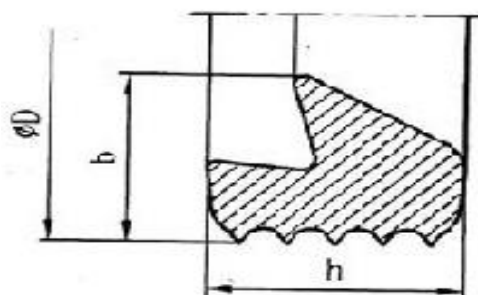

Рисунок 3.
4.4 Вид уплотнительных колец приведены на Рис. 3 и их основные размеры приведены в таблице 5.